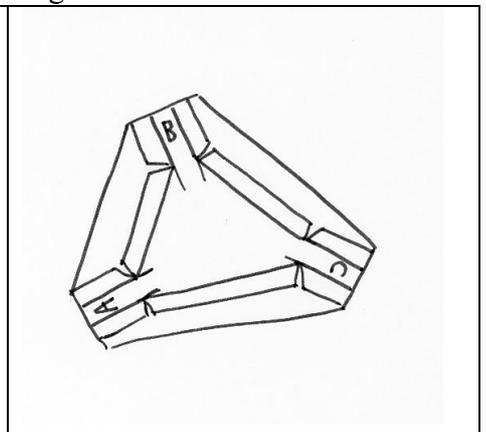

Fig. 9
- 9- Redescendre la planche et tracer la position définitive des 3 cornières de fixation qu'il faudra découper et plier en fonction. Dessiner enfin un contour à peu près équilibré (Grand triangle tronqué de 15 cm à chaque pointe) et découper la planche à la scie égoïne. (Fig. 9)